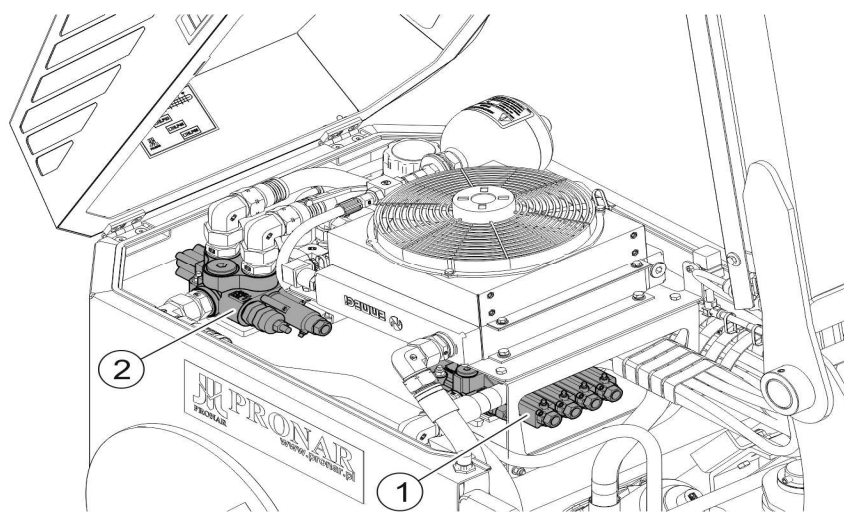

РИСУНОК 5.3. Гидравлические распределители.
(1)- *rozdzielacz hydrauliczny siłowników ramion układu nośnego*; (2)- *rozdzielacz hydrauliczny silnika hydraulicznego głowicy roboczej*.
Гидравлический распределитель (1) (РИСУНОК 5.3) служит для управления тремя гидравлическими цилиндрами несущей системы. Односекционный распределитель (2) служит для запуска гидродвигателя рабочей головки. Управление распределителями осуществляется при помощи пульта управления изнутри кабины трактора. Необходимо ежедневно проверять техническое состояние уплотнений распределителя.